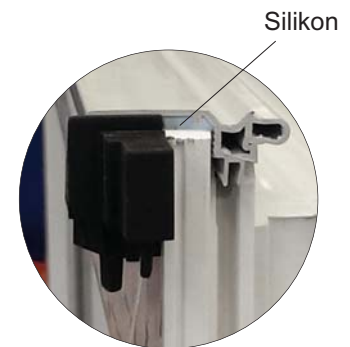

Abb. 3 Stoß der Dichtleiste **76653**
4. Bringen Sie vor der Montage eine Silikonraupe (auf der Mittelverschußseite) auf den Flügel auf (Abb. 3), Setzen Sie die Dichtleiste **76653** auf das Flügelprofil, **M428** dient dabei zur Positionierung. Verschrauben Sie die Dichtleiste **76653** mit Senkschrauben $\varnothing 4 \times 25$ mm.